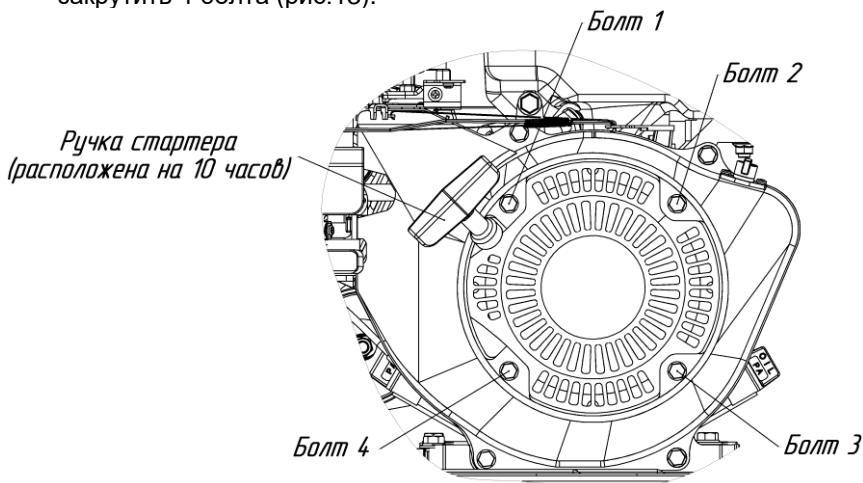

Рис.13 Схема крепления стартера на двигателе.
- открутить 4 болта (рис.13);
- установить стартер на место таким образом, чтобы ручка стартера была расположена на 10 часов (рис.13);
- закрутить 4 болта (рис.13).